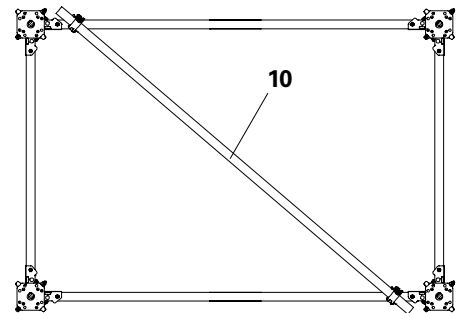

Fig. A3.05
- Pour les tours d'une hauteur > 7,0 m, un tube d'échafaudage Ø 48,3 x 3,2 doit être fixé aux cadres MRK en tant que contreventement horizontal (**10**) au moyen de colliers orientables à environ la moitié de la hauteur de la tour, afin de préserver la forme de la section transversale. (Fig. A3.05)
1. Fixez l'échafaudage au centre à l'aide d'un contreventement horizontal, voir Fig. A3.05.